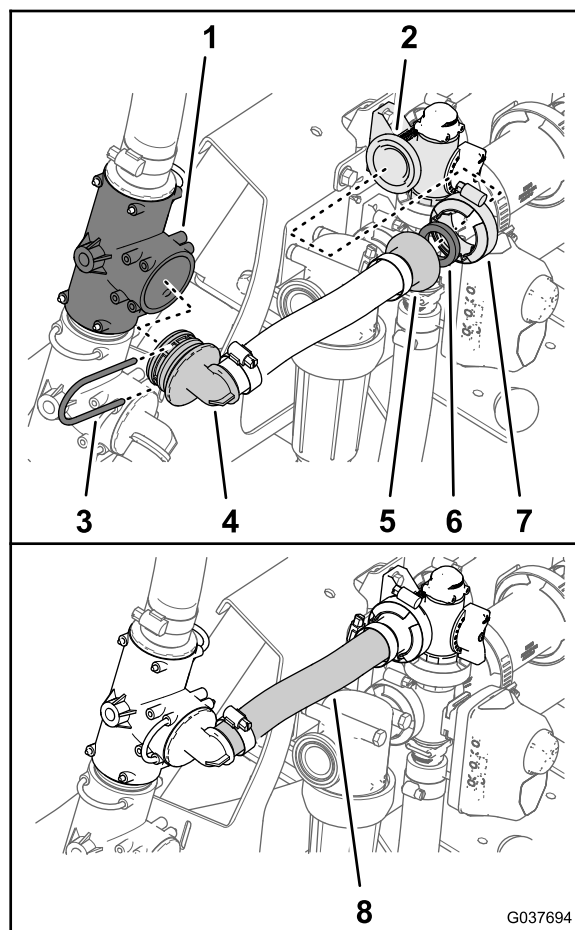

Figura 59
2. Monte a união estriada a 90° da tubagem da distribuição da agitação (1 x 10 pol.) na união em T superior (Figura 59) com o retentor que retirou no passo 2 de Retirar os tubos da distribuição da agitação e fornecimento do pulverizador (página 17).
3. Prenda a união estriada da flange do tubo de distribuição da agitação e a junta de 25 x 35 mm na flange da válvula da distribuição da agitação (Figura 59) com uma braçadeira flangeada de 40 a 64 mm.